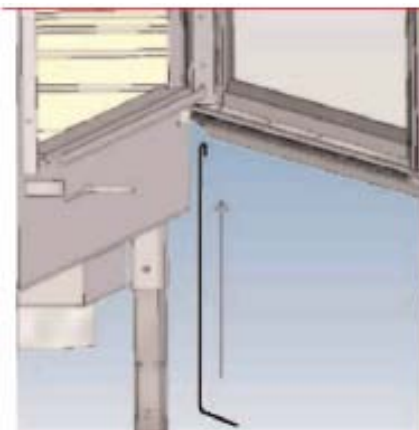

рис.2
- 2) Сдвиньте второй винт снизу в шарнирный профиль створки, так, чтобы можно было моментально изменить направление раскрытия (рис. 2).
2) Закройте створку и откройте ее с другой стороны. При этом пружина (если установлена) с шумом выскочит из своего гнезда; держите руки подальше от нижней части открываемой створки (рис. 2), чтобы не пораниться пружиной.